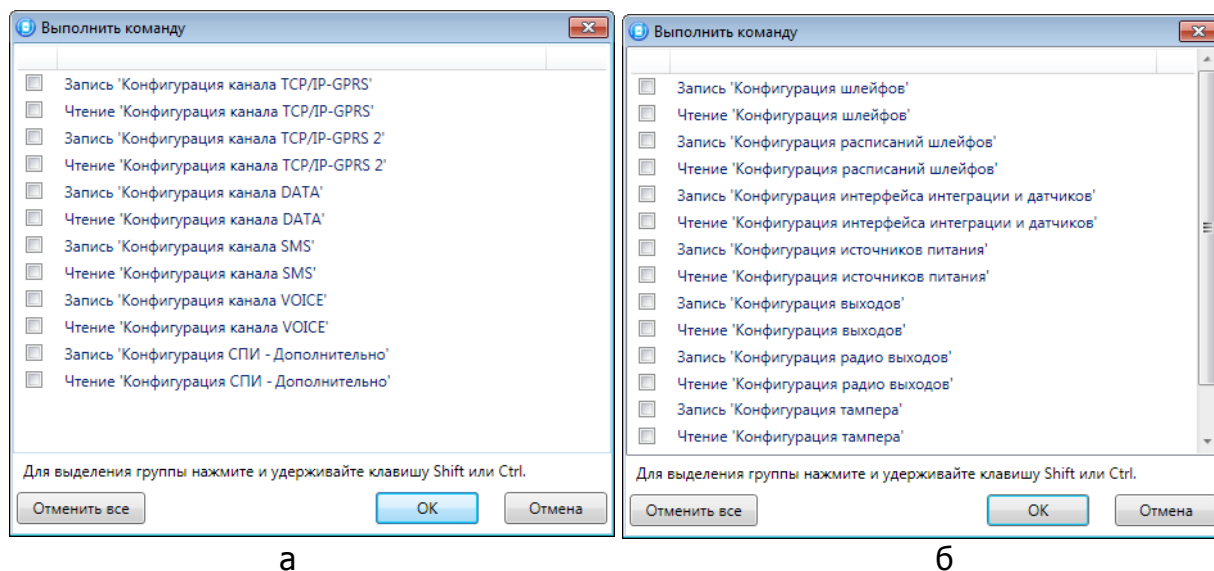

Рис. 5.33. *Выполнить команду* (а — конфигурация СПИ, б — конфигурация ПКП)
**Выполнить команду:** открытие окна *Выполнить команду* (Рис. 5.33), с помощью которого можно записать или считать отдельные группы параметров (актуально при медленной скорости передачи данных или тарификации по объему передачи данных).